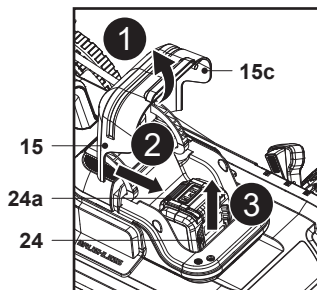

Rys. 8
1. Unieść pokrywę magnetyczną (15c) i otworzyć pokrywę komory akumulatora (15) (rys. 8, krok 1).
2. Ustawić akumulator (24) w jednej linii z dwoma prowadnicami (15b) i wsunąć akumulator (24), aby go zamocować (rys. 8, krok 2).
3. Styki elektryczne (15a) muszą zostać w pełni wsunięte w akumulator (24), a akumulator musi kliknąć.
4. Akumulator (24) można zamontować tylko w jednym ułożeniu.
5. Ostrożnie zamknąć pokrywę komory akumulatora (15).